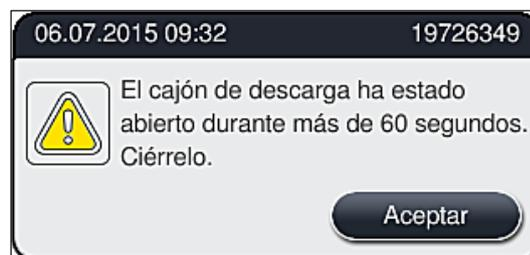

Fig. 87
- El usuario recibe un mensaje informativo (→ "Fig. 87") si el cajón de descarga permanece abierto durante más de 60 segundos.